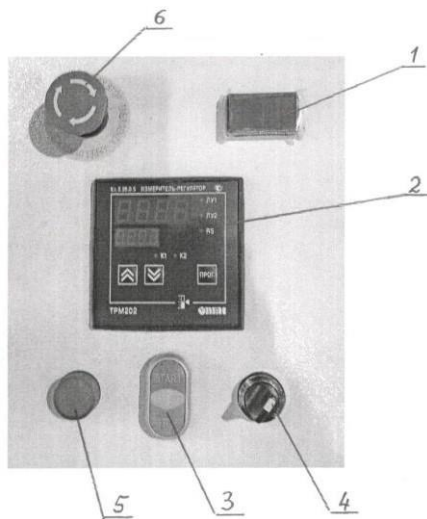

Рис.3. Пульт управления
Внешний вид ИП-200 показан на рис. 1 – парогенератор однокаскадный на базе индуктора ТП-60. Схема электрогидравлическая на рис. 2. Пульт управления - на рис.3. По согласованию с заказчиком парогенератор может поставляться со встроенным блоком управления или с отдельным шкафом управления.
Выходная линия пара парогенератора снабжена механическим клапаном 10 (см .рис. 2) типа «Прегран» который при аварийном превышении давления пара в распределительной сети свыше 7 атмосфер стравливает пар в атмосферу. Для поддержания избыточного давления пара во внутренней полости испарительной трубы парогенератора служит паровой шиберный кран 12, с помощью которого вручную по индикатору 1 (рис.3) устанавливается давление в трубе, превышающее давление пара в распределительной сети на 2 -3 бар, гарантирующее высокую температуру парообразования.
5. Визуально давление воды, создаваемое насосом 3, равное давлению во внутренней полости испарительной трубы, можно видеть на индикаторе 1 (рис.3) пульта управления парогенератором. При нормальной работе парогенератора давление в паровой трубе превышает давление пара на выходе парогенератора на 2 - 3 бар.
Управление парогенератором осуществляется с помощью пульта управления (рис.3) на лицевой панели силового электрического шкафа. На пульте управления расположен индикатор давления 1 в напорном патрубке питательного насоса, измеритель-регулятор ТРМ 202, используемый системой управления парогенератора для осуществления автоматических операций, и кнопки 3, 4, 5 и 6 ручного управления. Дисплей измерителя-регулятора имеет экран (красный), на котором отображаются текущие значения давления в сети и температуры пара в испарительной трубе на выходе в реальном времени и экран (зеленый), где отображаются заданное оператором давление пара в сети, и максимально допустимая температура пара в испарителе для срабатывания системы аварийной защиты парогенератора от перегрева.